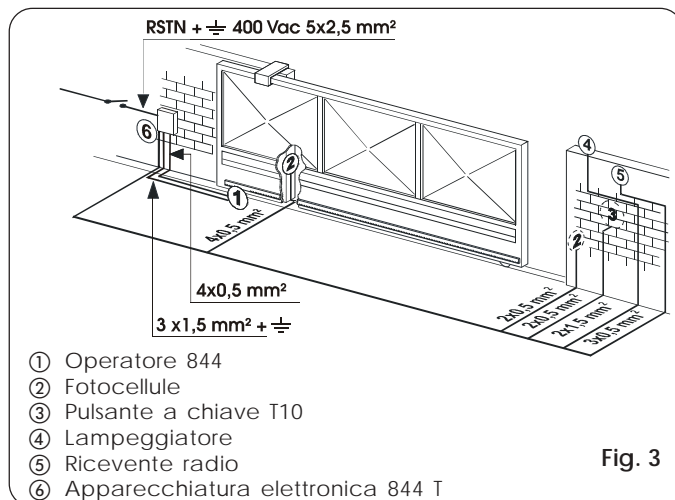

Fig. 3
- 4) Predisporre i cavi elettrici per il collegamento con gli accessori e l'alimentazione elettrica come da Fig. 3. Per effettuare agevolmente i collegamenti fare fuoriuscire i cavi circa 40 cm dal foro (Fig. 5-6 rif. ❶) della piastra di fondazione.